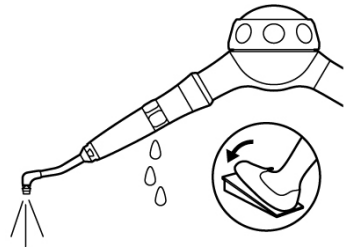

Fig. 36
- Après avoir rempli la chambre de poudre, pulvérisez-la l'eau et de poudre dans un crachoir, etc. et vérifiez que la poudre et l'eau ne fuient d'aucuns raccordements autres que celui de l'insert de l'embout (Fig. 36).